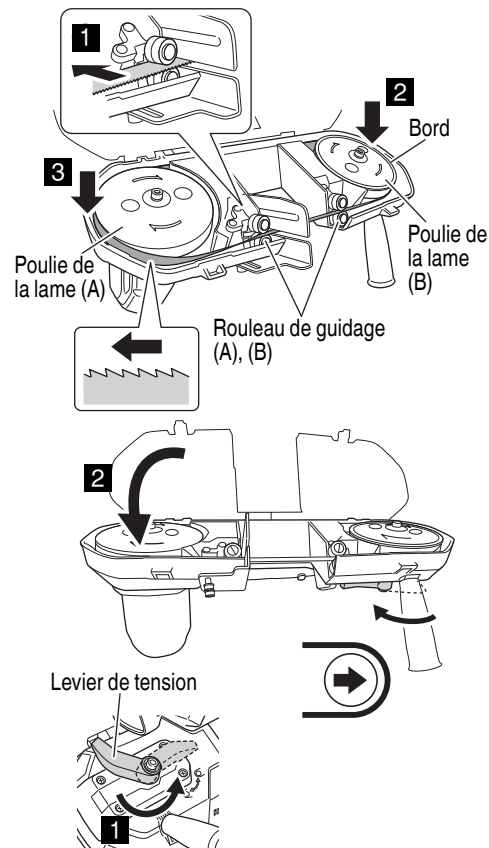

Fig. 13
**Comment installer (Fig. 13)**
(Voir Fig. 13 pour l'installation de la lame de scie à ruban)